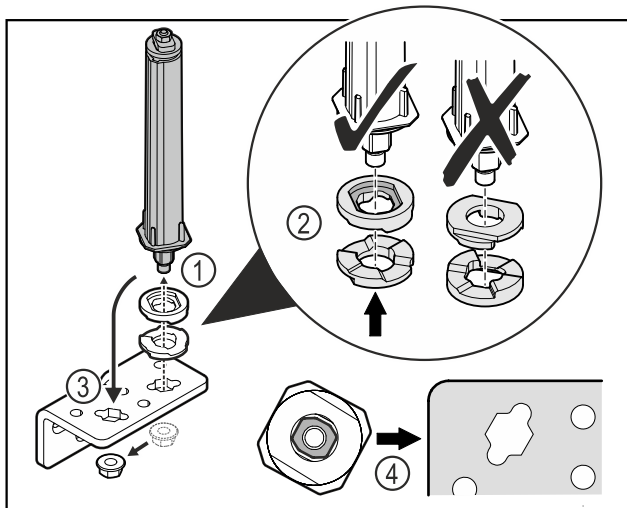

Fig. 34
- Løsne mutteren og fjern dørlukkesystemet Fig. 34 (1).
- Sørg for korrekt innretning av høydejusteringsskivene Fig. 34 (2).
- Sett om dørlukkesystemet i hengselvinkelen og fest med mutteren Fig. 34 (3).
- Ved innsetting, sørg for korrekt innretning av dørlukkesystemet Fig. 34 (4).